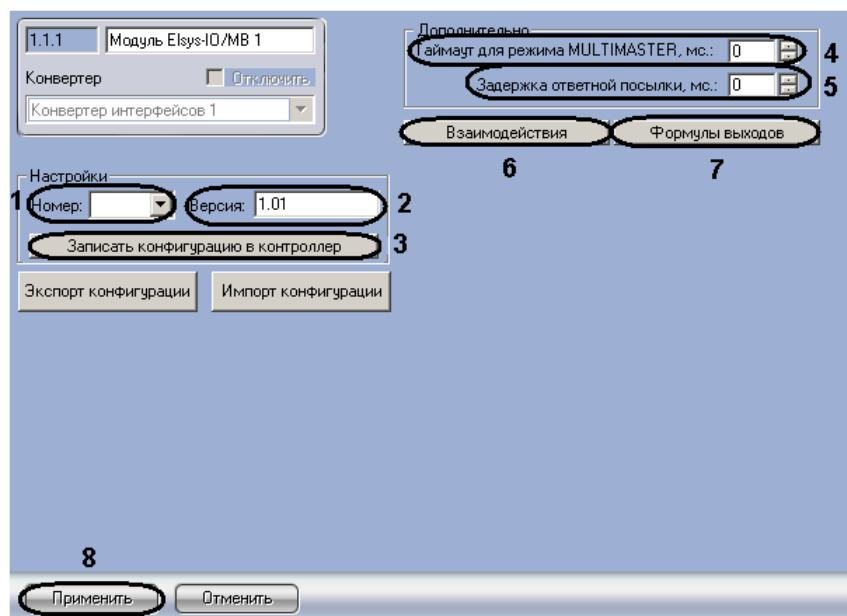

Рис. 3.3-6 Панель настроек объекта Модуль Elsys-IO/MB
2. Перейти на панель настроек объекта **Модуль Elsys-IO/MB** (Рис. 3.3-6).
3. Из раскрывающегося списка **Номер**: выбрать уникальный идентификатор контроллера (см. Рис. 3.3-6, 1).
4. Ввести версию контроллера в соответствующем поле (см. Рис. 3.3-6, 2).
5. Установить с помощью кнопок **вверх-вниз** значение в поле **Таймаут для режима MULTIMASTER, мс.**, которое определяет время ожидания контроллером посылки очередного пакета данных при использовании режима обмена **MULTIMASTER** в миллисекундах (см. Рис. 3.3-6, 4).
6. Установить с помощью кнопок **вверх-вниз** значение в поле **Задержка ответной посылки, мс.**, которое определяет время задержки ответной посылки при использовании режима обмена **MULTIMASTER** в миллисекундах (см. Рис. 3.3-6, 5).
- Для установки реакций на регистрируемые события необходимо нажать кнопку **Взаимодействия** (см. Рис. 3.3-6, 6).
- Для редактирования списка формул управления работой выходов необходимо нажать кнопку **Формулы выходов** (см. Рис. 3.3-6, 7).
- Для сохранения внесенных изменений нажать кнопку **Применить** (см. Рис. 3.3-6, 8).
- Для записи установленной конфигурации контроллера в устройства СКУД Elsys нажать кнопку **Записать конфигурацию в контроллер** (см. Рис. 3.3-6, 3).